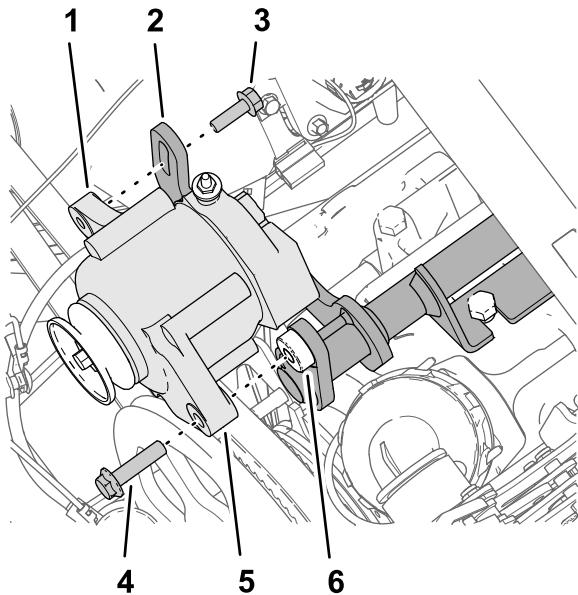

Figura 182
1. Monte o alternador (60 A) na saliência roscada do suporte do alternador (**Figura 182**) com o parafuso de cabeça flangeada (3/8 x 1-1/2 pol.).
2. Instale a flange roscada do alternador na flange ranhurada do suporte do alternador (Figura 182) com o parafuso de cabeça flangeada (8 x 25 mm).